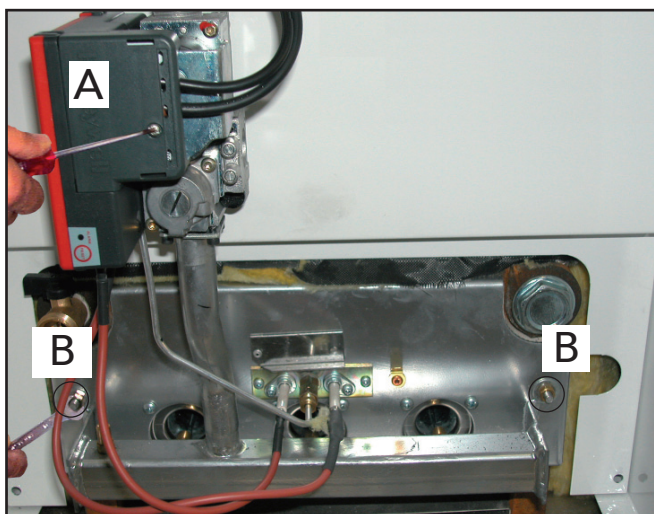

fig. 8
- Togliere la centralina elettronica di comando A della valvola gas (fig. 8);
- Svitare i due dadi B che fissano la porta della camera di combustione agli elementi in ghisa della caldaia (fig. 8)